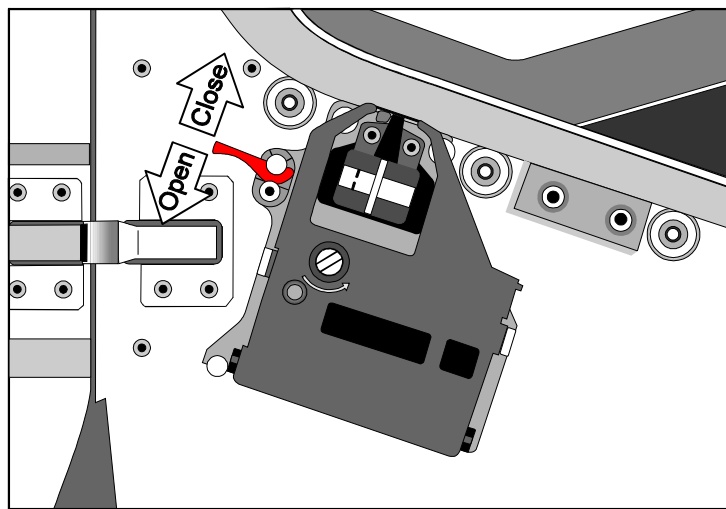

Figure 17
- Figure 17 ) pour libérer le module imprimante.
- Figure 17 ).